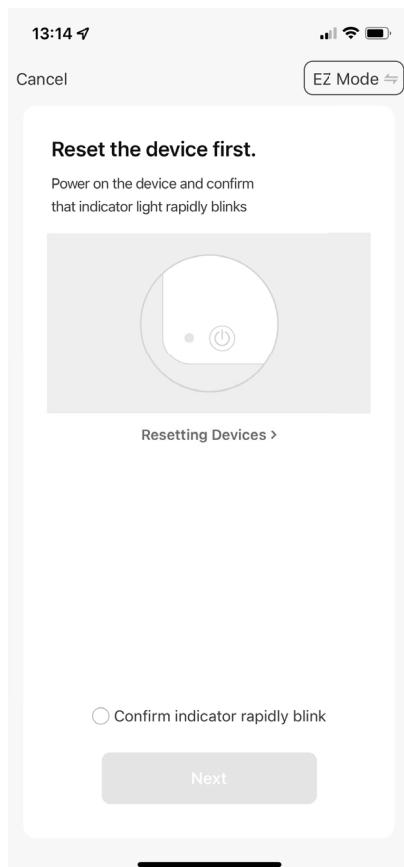

Fig. 4
- Toccare il pulsante **MODALITÀ EZ** in alto a destra (vedere la fig. 4).